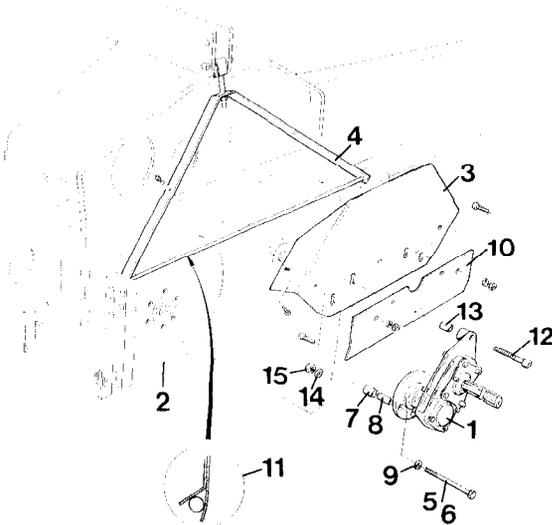

Fig. 59
Das Zapfwellenanschlußgetriebe (Fig. 59/1) ist an der Schwungscheibe (Fig. 59/2) der Rüttelegge REV/RED und mit dem Schutzblech (Fig. 59/3) am Spannrahmen (Fig. 59/4) zu befestigen.
- 3 Skt.-Schrauben (Fig. 59/5) demontieren und gegen Skt.-Schrauben M 10x120, DIN 931-10.9, austauschen.
- Mit den längeren Schrauben (Fig. 59/6), Distanzhülsen (Fig. 59/7), Spannhülsen (Fig. 59/8) und Scheiben 10,5x30x2,5, DIN 9021 (Fig. 59/9), ist das Zapfwellenanschlußgetriebe an der Schwungscheibe anzuf lanschen.
- Das Schutzblech (Fig. 59/3) am Spannrahmen (Fig. 59/4) befestigen und mit dem Klemmblech (Fig. 59/10) an der Spannrahmenwelle festklemmen (Fig. 59/11).
- Das Zapfwellenanschlußgetriebe (Fig. 59/1) am Schutzblech (Fig. 59/3) mit einer Innensechskantschraube M 12x45, DIN 912-10.9 (Fig. 59/12), einer Stahlbuchse (Fig. 59/13), einer Scheibe \varnothing 12 mm, DIN 125 (Fig. 59/14), und einer Skt.-Mutter M 12 (Fig. 59/15) befestigen.